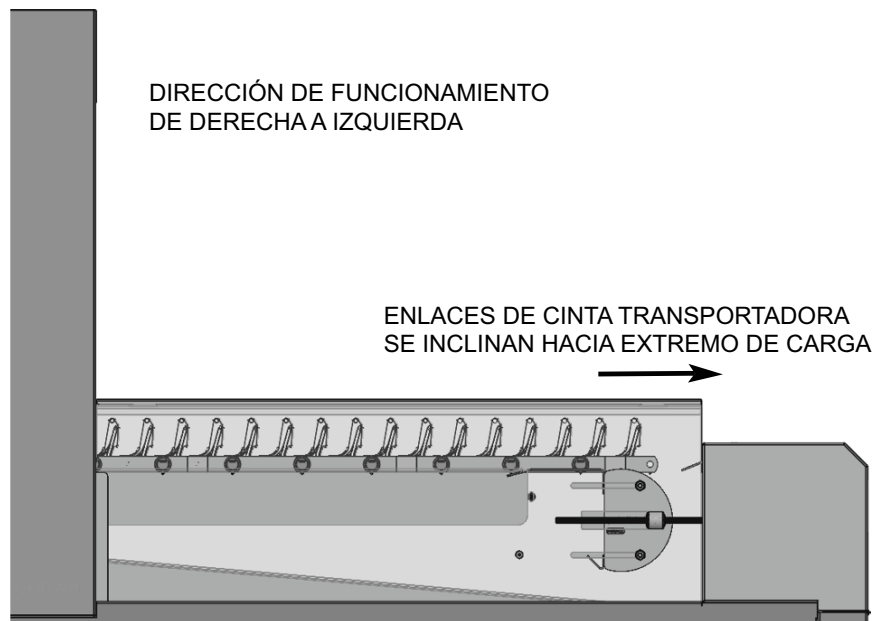

Figura 40
- Coloque la primera sección de la cinta transportadora en línea con el lavavajillas en el extremo de carga. Los soportes aéreos deben inclinarse hacia el extremo de carga del lavavajillas (Figura 40).